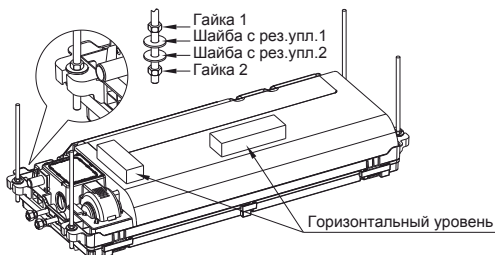

Рис. 3
- Для проверки горизонтальности установки фанкойла используйте уровень (рис. 3).